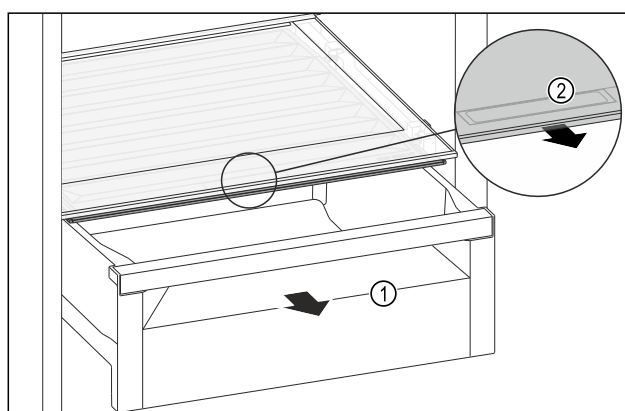

Fig. 220
- ▶ Izvucite ladicu Fig. 220 (1).
- ▶ Primite ručku Fig. 220 (2) na poklopcu pretinca i istodobno povucite poklopac pretinca prema naprijed.